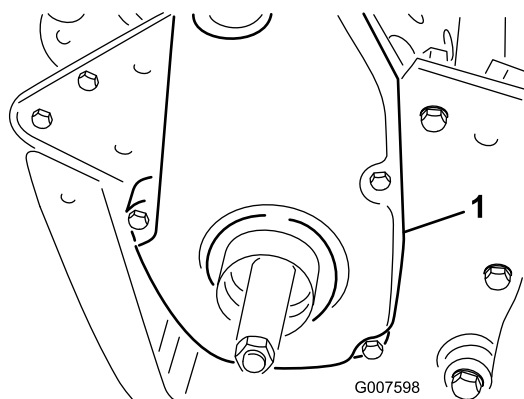

Figura 44
6. Togliete il paracinghia posteriore dal lato destro della macchina (Figura 44).